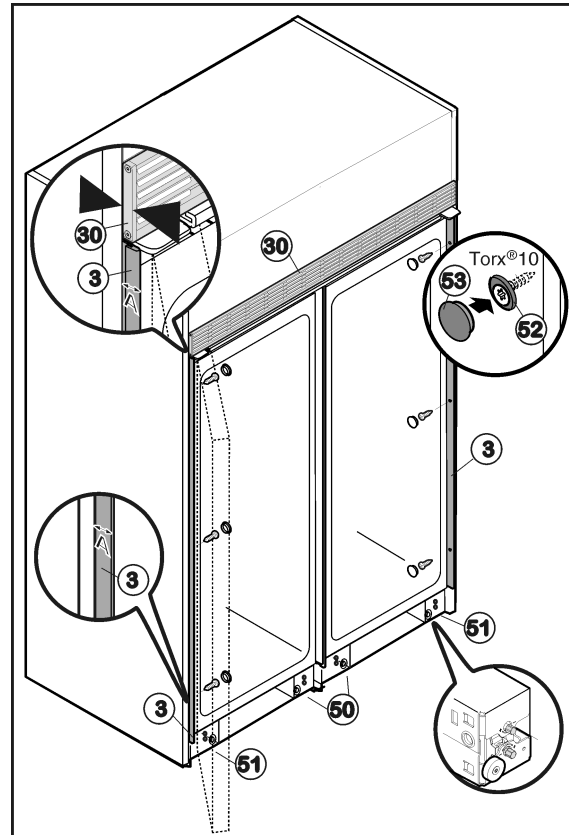

Fig. 50
- Introduire l'appareil dans la niche jusqu'à ce que le bord arrière de la grille de ventilation Fig. 50 (30) affleure le bord avant de la paroi latérale du placard.
- Visser entièrement les deux socles à roulettes du milieu Fig. 50 (50) à l'avant et à l'arrière pour que l'appareil repose seulement sur les socles à roulettes extérieurs. Les deux appareils connectés peuvent ainsi être ajustés comme un seul appareil.
- Mettre à niveau l'appareil dans la niche à l'aide d'un niveau à bulle avec le socle à roulettes extérieur Fig. 50 (51) :
- Vérifier l'écartement en haut et en bas de la niche A entre le bord avant de la baguette d'encastrement Fig. 50 (3) et le bord avant de la paroi latérale du placard. Il doit être de 1/2 " (13 mm). Si nécessaire, réaligner l'appareil dans la niche.
- Fixer les deux appareils dans la niche avec trois vis Fig. 50 (52) sur le côté charnière. Faire attention à ne pas rayer la baguette d'encastrement Fig. 50 (3) latérale.
- Mettre les caches Fig. 50 (53) sur les vis.
- Dévisser prudemment le socle à roulettes du milieu Fig. 50 (50) jusqu'à ce qu'il se pose sur le sol.
- Monter la grille de ventilation inférieure Fig. 50 (54) à fleur du sol de telle sorte que le joint en caoutchouc soit en haut. Elle est maintenue par des aimants.